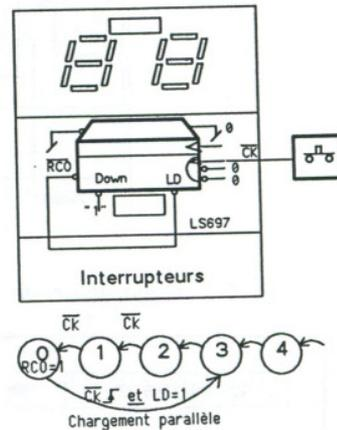

Fig. 4 Compteur par n avec entrées parallèles
- 4.1 Réaliser le montage de la figure 4. Placer la valeur 3 sur les interrupteurs. Par combien va compter le compteur ?